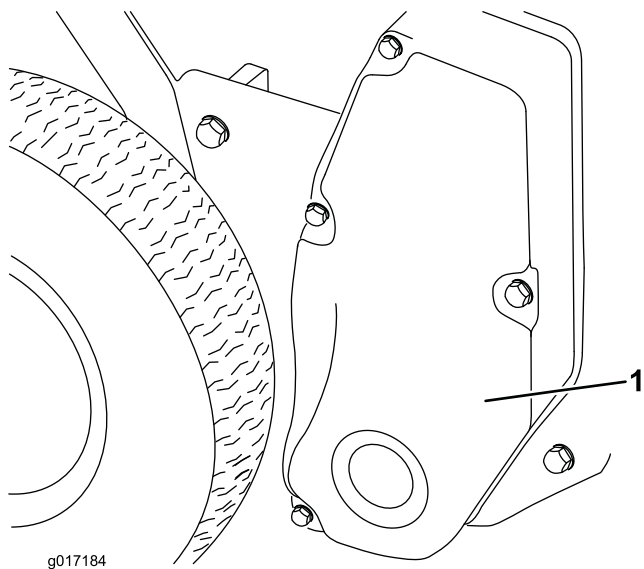

図 7
16. リール駆動部カバーを右サイドプレートに固定しているキャップスクリュー (4本) を取って、カバーを外す (図 7)。